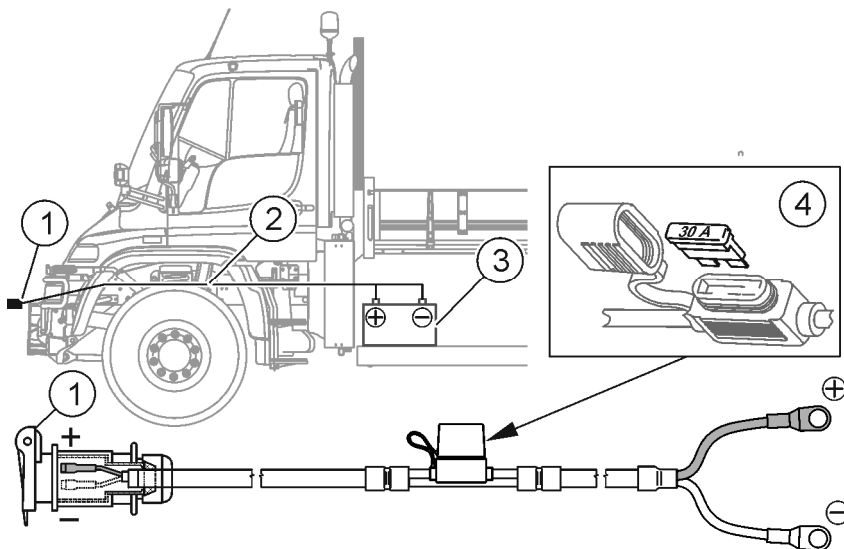

FIGURE 4.4 Schéma d'installation du faisceau d'alimentation sur le support .
(1) – Prise électrique à 3 broches ; (2) - faisceau d'alimentation; (3) - accumulateur (4) - fusible UNIVAL 30A.
L'installation du faisceau électrique (2) (FIGURE 4.4) doit être effectuée par une personne qualifiée conformément aux recommandations du fabricant du porte-outil. Le faisceau d'alimentation est équipé d'un fusible de 30A (4).
Lors du montage du faisceau d'alimentation sur le support (FIGURE 4.4), faites attention à la bonne polarité de la prise d'alimentation (1). Si les pôles d'alimentation de la batterie sont mal connectés, le système électrique du bras multifonction peut être endommagé.